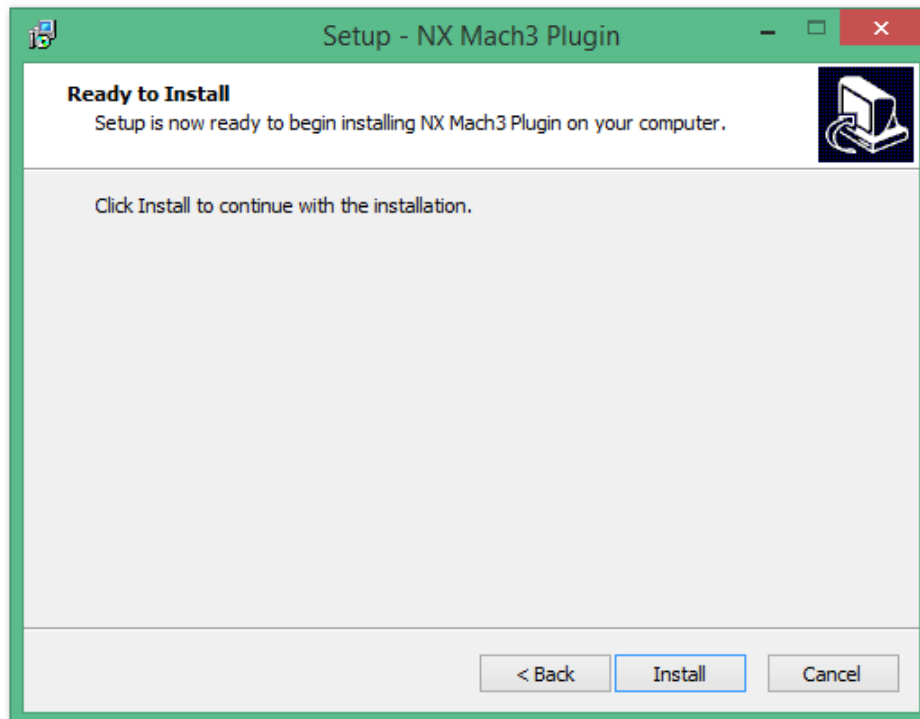

Figura 10
- Uma vez finalizada a instalação será mostrada a tela de “Instalação Concluída” (Figura 10).